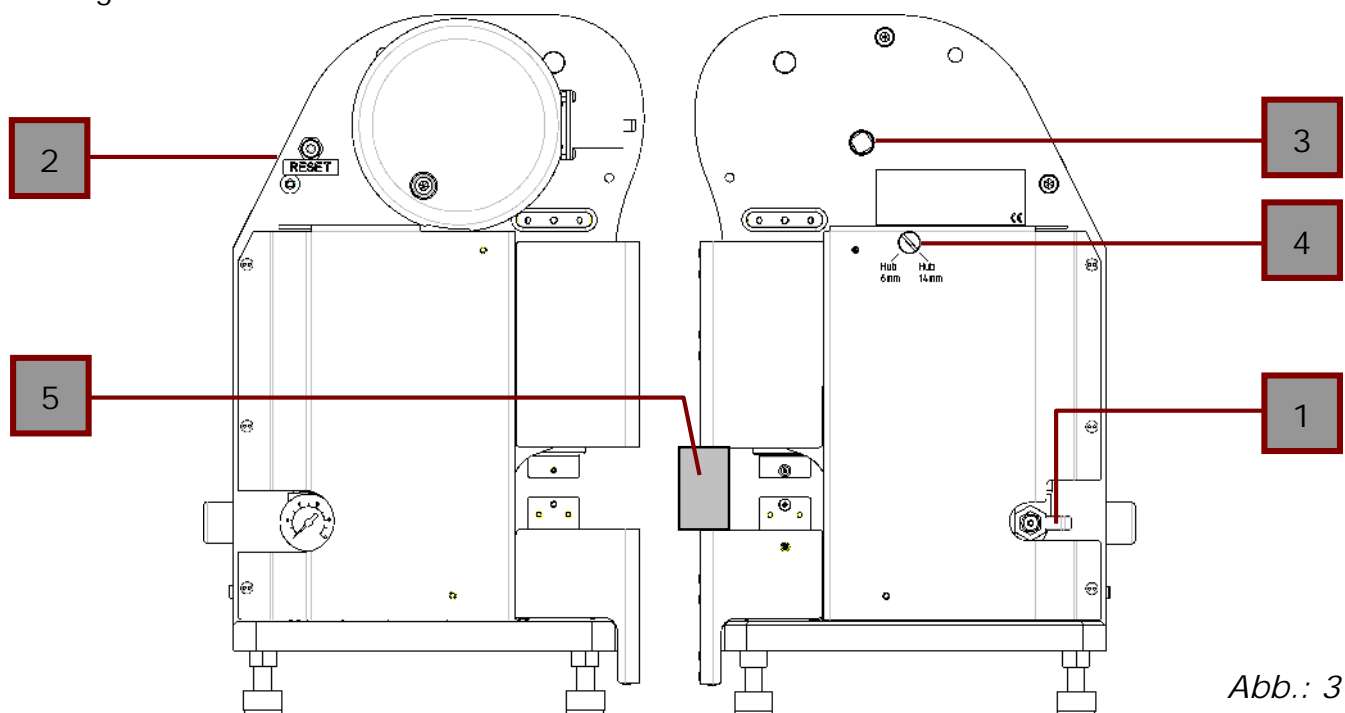

Abb.: 3
- Luftzufuhr mittels Absperrventil (Abb.3/1) unterbrechen
- die Maschine über den RESET-Taster (Abb.3/2) entlüften, dabei schließt sich der Sicherheitsschutz automatisch
- mit einem Maulschlüssel den Vierkant der Gegenlage (Abb.3/3) in Pfeilrichtung drehen, bis sich die Crimpgesenke berühren
- mit Schraubendreher Schwenkwelle gegen Federdruck eindrücken und schwenken bis zum Anschlag gemäß Kennzeichnung (Abb.3/4).
- Luftzufuhr mittels Absperrventil (Abb.3/1) unterbrechen; Schutz von Hand öffnen
- Einstellhilfe zwischen Schutzober- und -unterteil stellen, so dass im drucklosen Zustand ein Zusammenfahren des Sicherheitsschutzes vermieden wird (Abb.3/5)
- Entlüften der Maschine durch Betätigen RESET (Abb.3/2)
- mit Maulschlüssel SW 12 Gegenlage (Abb.3/3) in Pfeilrichtung drehen (rote Pfeile), bis das Crimpgesenk (druckfrei) geschlossen ist
- Prüfung der Passgenauigkeit von Ober- und Untergesenk durch Schließen des Gesenks; durch Drehen der Gegenlage (Abb.3/3) mit Maulschlüssel SW 12
- Einstellhilfe entnehmen (Abb.3/5); der Schutz schließt selbstständig
- Absperrventil öffnen (Abb.3/1)
- mit einem Maulschlüssel den Vierkant der Gegenlage (Abb.3/3) in Pfeilrichtung drehen, bis sich die Crimpgesenke berühren können
- Einstellhilfe entnehmen (Abb.3/5)
- mit Schlüssel SW 12 über den Vierkant der Gegenlage (Abb.3/3) den Stößel (Abb.7/4) in den unteren Totpunkt bewegen bis Skala und Zustellinformationen sichtbar sind (Abb.7/1)